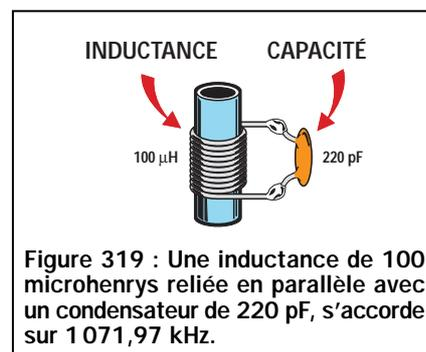

Figure 319 : Une inductance de 100 microhenrys reliée en parallèle avec un condensateur de 220 pF, s'accorde sur 1 071,97 kHz.
**Exemple :** On veut savoir sur quelle fréquence s'accordera un circuit composé d'une inductance de 100 microhenrys et un condensateur de 220 picofarads (voir figure 319).